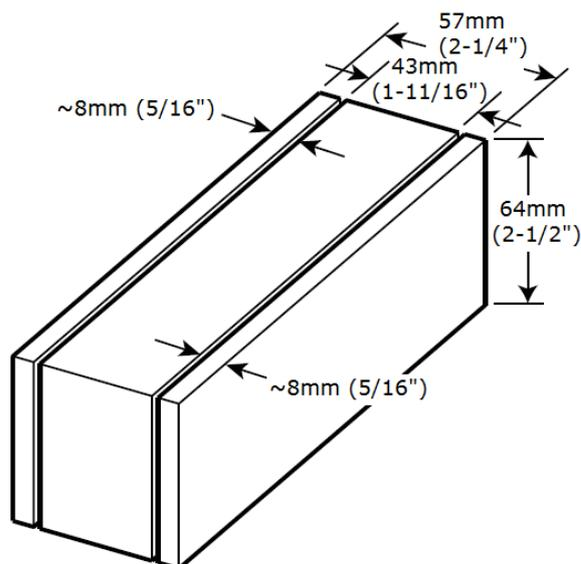

Abbildung 2: Rohling für den Hobelkörper
2. Reißen Sie jetzt den 43mm (1-11/16 inch) breiten inneren Hobelkörper wie in **Abbildung 2** gezeigt mittig auf dem Rohling an. Schneiden Sie mit Hilfe einer Bandsäge an der Außenseite dieser Anrisse die Seiten vom Rohling ab und stellen Sie dabei sicher, dass das innere Teil 43mm (1-11/16 inch) breit bleibt. Die Seitenteile sollten etwa 8mm (5/16 inch) dick sein. Entfernen Sie die Sägemarken mit einem Hobel.